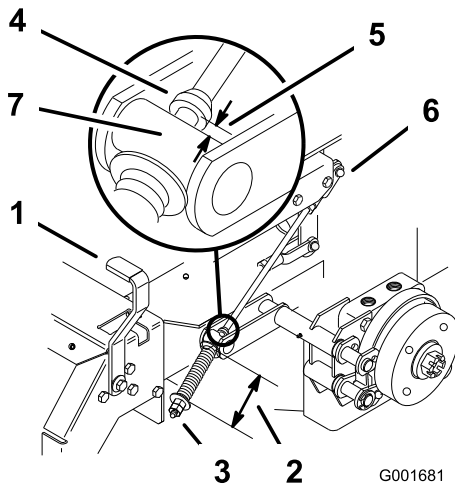

Figure 44
2. Mesurez la longueur du ressort ; les rondelles doivent être distantes de 74 mm (2-3/4") (Figure 44).
- A. Desserrez l'écrou de blocage situé sous le ressort et serrez l'écrou directement au-dessous de la chape (Figure 44).
6. Mesurez la distance entre le galet de tourillon et le collier sur la tige de frein. Elle doit être comprise entre 5 et 7 mm (3/16 et 1/4") (Figure 44).
- B. Tournez les écrous de réglage inférieurs jusqu'à obtention de l'écart voulu (Figure 44).